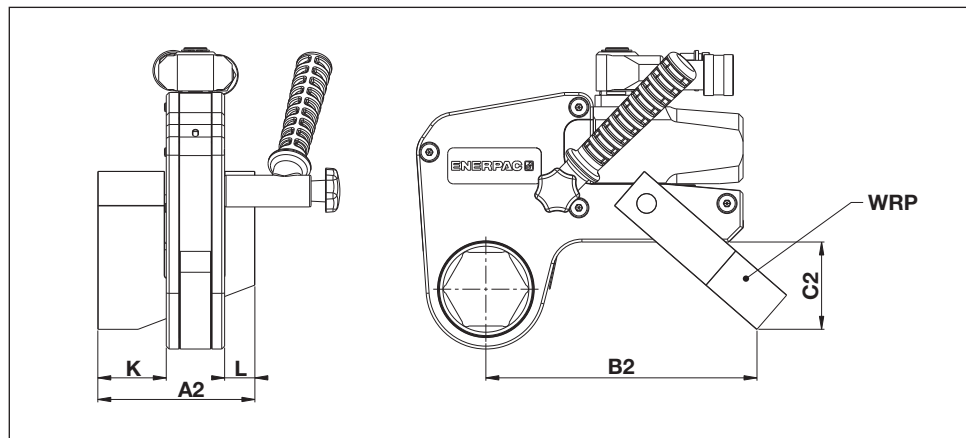

Рис. 24
6.1.2 Размеры, опорная лапа серии WRP (рис. 24)